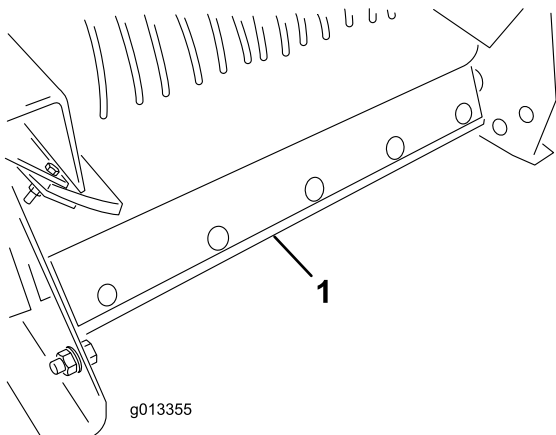

Рисунок 60
6. Снимите скребок ленты транспортера в сборе с задней части машины (Рисунок 60).